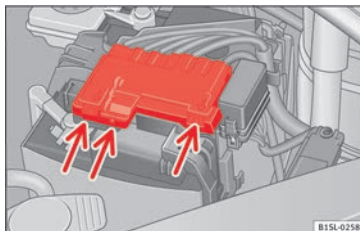

Fig. 172 Nel vano motore: rimuovere la copertura della batteria del veicolo.
- Fare pressione sulle linguette » **fig. 172** (frece) nel senso indicato dalle frecce ed estrarre verso l'alto la copertura della batteria.